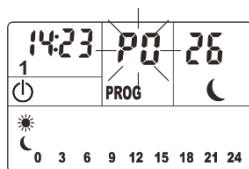

Fig.1
1. Pressione longamente o botão  até ouvir um sinal sonoro. No visor aparecerá **P0** a piscar e o ícone PROG. (Fig.1)